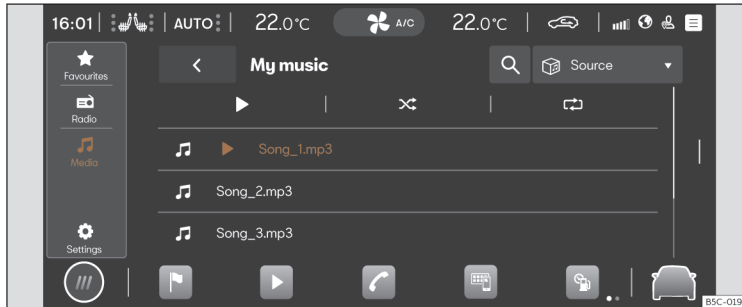

Fig. 148 Reprezentare schematică: Ecranul multimedia
- Apăsați ► > 🎵 ►►► fig. 148 .